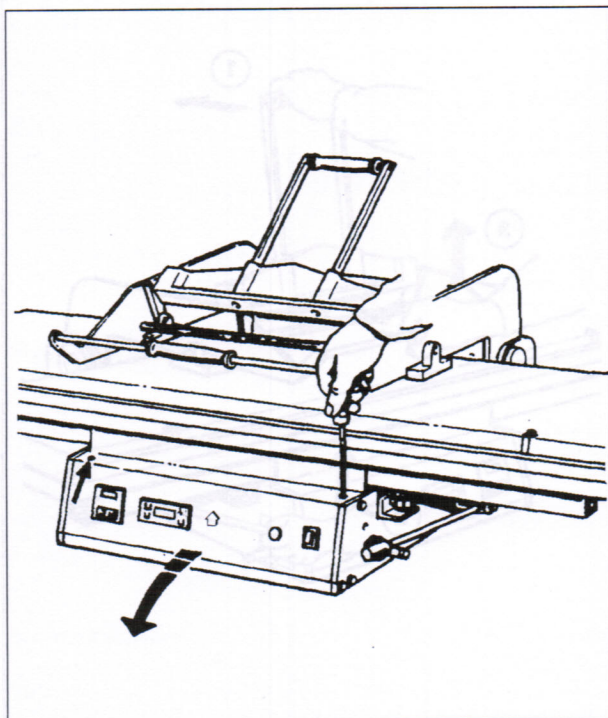

Fig. 10
- Se per qualsiasi necessità si dovesse accedere all'impianto elettrico accertarsi prima di qualsiasi intervento che sia stata tolta la corrente, successivamente rimuovere le viti e aprire il quadro elettrico (Fig. 10).
- Si pour quelque raison, vous devez accéder au système électrique, vérifiez que le courant a été coupé avant d'enlever les vis et d'ouvrir le tableau électrique (Fig. 10).
- If for any reason it is necessary to gain access to the electrical plant, first ensure that the power supply is off then undo the screws and open the electrical cabinet (Fig. 10).
- Wenn an der elektrischen Anlage gearbeitet werden muß, ist vorher immer sicherzustellen, daß der Strom ausgeschaltet ist. Erst danach können die Schrauben gelöst und der Schaltschrank geöffnet werden (Abb. 10).